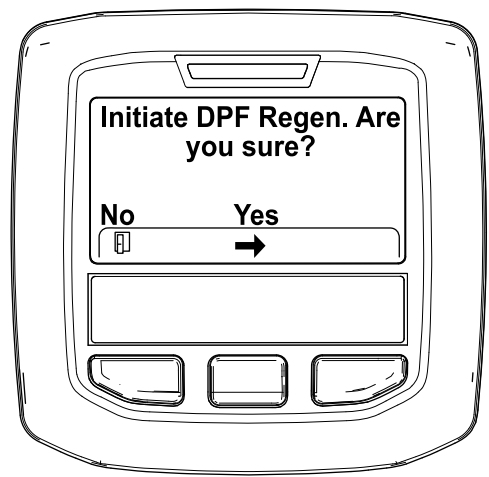

Figura 31
- Cuando aparezca el mensaje "Initiate DPF Regen. Are you sure?" (Iniciar regeneración de DPF, ¿está seguro), pulse el botón central (Figura 31).